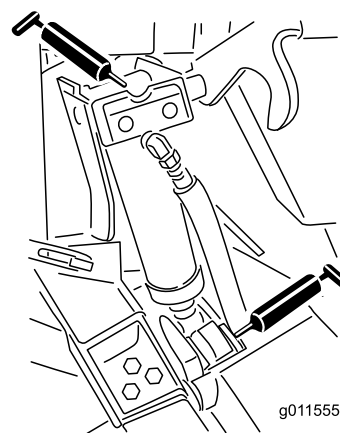

Figura 49
- Casquillos de los cilindros de elevación (4) (Figura 49)